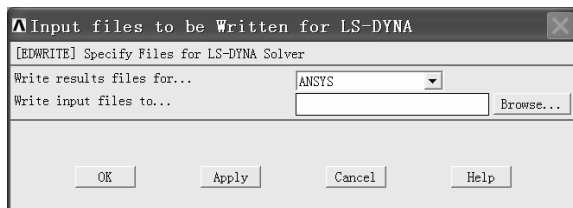

图 2-180 “Input files to be Written for LS-DYNA” 窗口 (1)
(1) 依次选择 Main Menu>Preprocessor>Solution>Write Jobname.k, 弹出 “Input files to be Written for LS-DYNA” 窗口 (见图 2-180)。